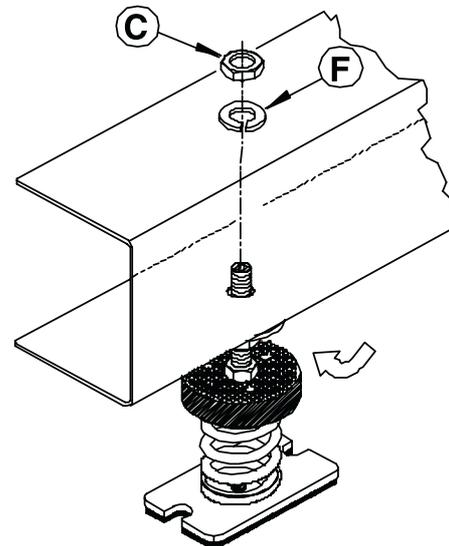

Fig. 3
- figure 3) Contrôler que le soubassement de l'unité se trouve contre la rondelle plate (position E) du martinet. Afin de compenser tout dénivellement, régler l'écrou haut (position D) (Figure 3) à l'aide de la clé 13. Bloquer la position obtenue à l'aide de la rondelle grower (position F) et le respectif écrou bas (position C). A la fin de l'opération, contrôler que l'unité est élastique sur les axes et prédisposé à la possible introduction de joints de compensation contre les vibrations au niveau des connexions hydriques.
Dans le cas des unités 20-35, le système unité + réservoir doit prévoir un filtre, et par conséquent utiliser le filtre + raccordement comme bien illustré dans la Figure 3
Les kits d'accumulation sont positionnés au-dessus de l'unité et ils ne modifient pas les dimensions sur le plan (figures 3 et 4).
En ce qui concerne les unités de coupe 20-25-30-35, prévoir la mise en service du filtre de l'eau en dotation comme bien précisé dans la Figure 3.